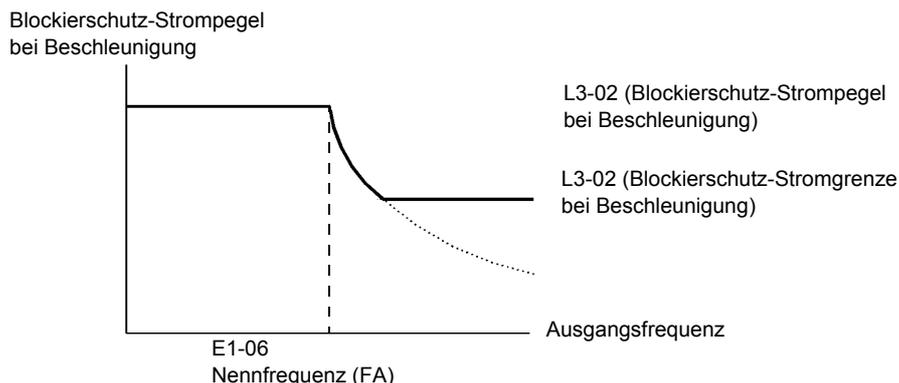

Abb. 6.27 Blockierschutz-Strompegel und -Stromgrenze bei Beschleunigung
- Bei Verwendung des Motors im konstanten Leistungsbereich wird L3-02 automatisch reduziert, um ein Blockieren zu verhindern. L3-03 ist der untere Grenzwert für den Blockierschutzstrom. Dieser verhindert, dass die Blockierschutz-Strompegel im konstanten Leistungsbereich mehr als erforderlich reduziert wird (siehe Abb. 6.27).